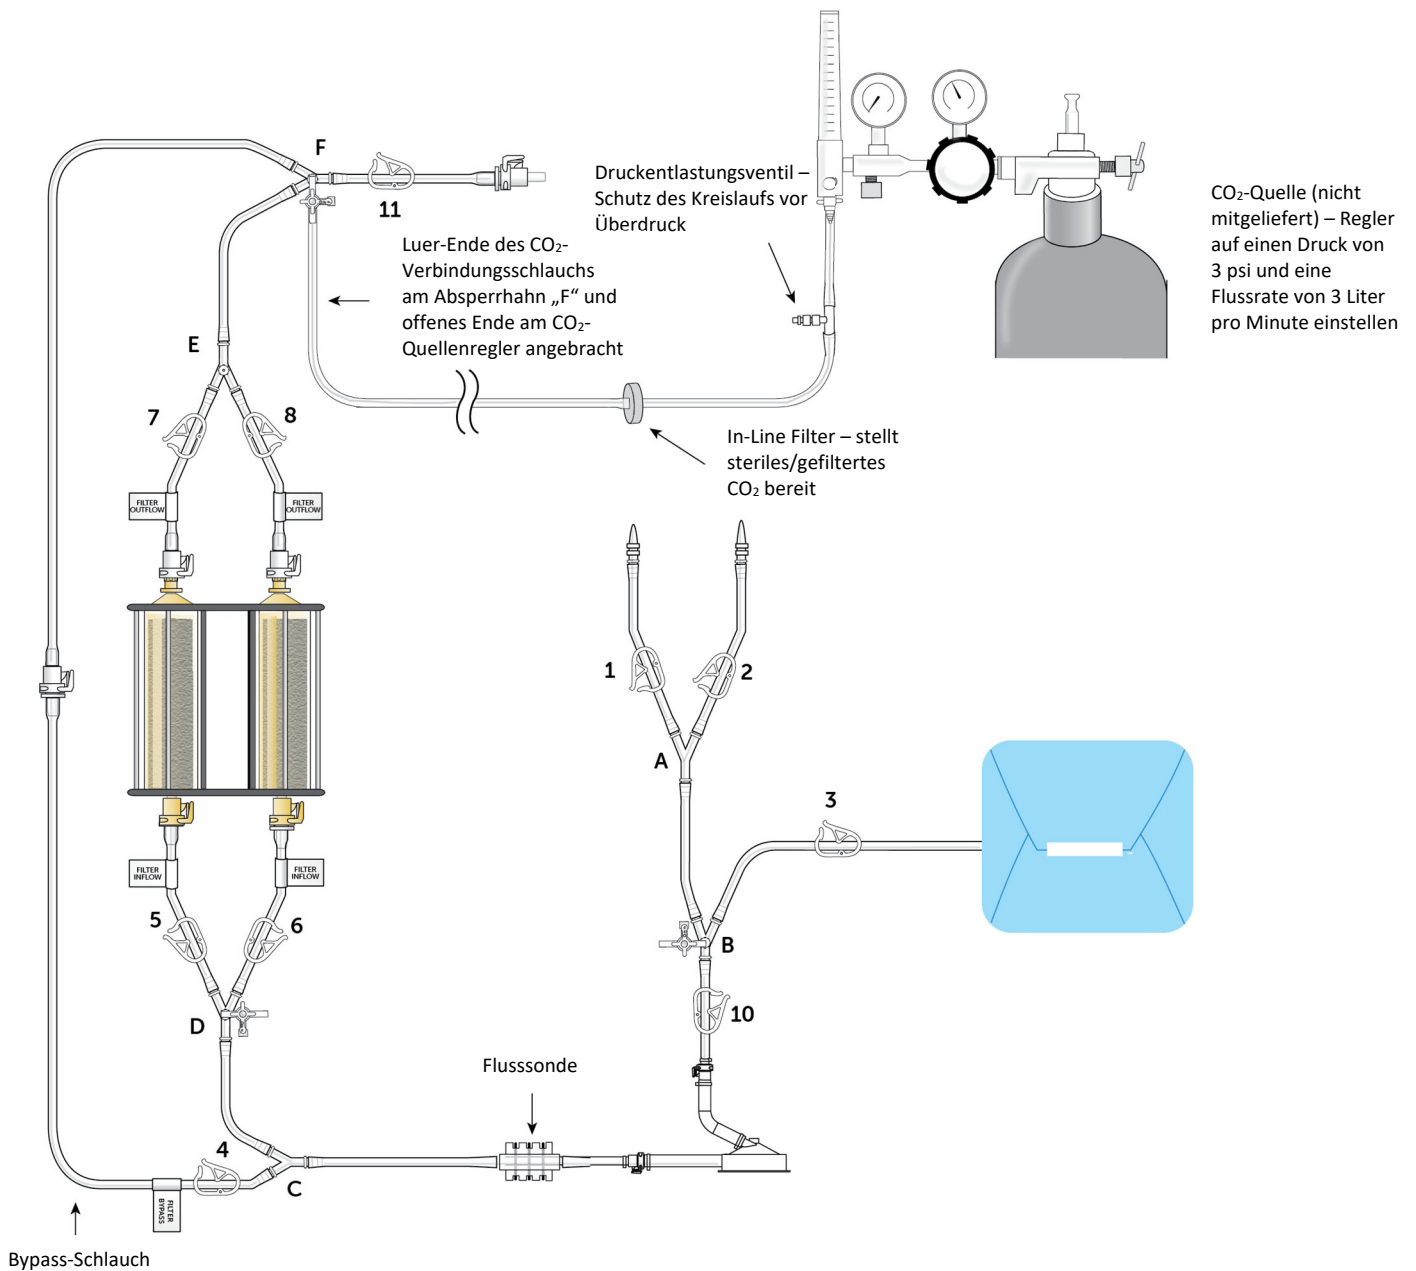

Abbildung 12
- Schließen Sie die Ableitungsklemme (11), bringen Sie den CO₂-Verbindungsschlauch an Absperrhahn „F“ an und öffnen Sie den Absperrhahn, siehe Abbildung 12.